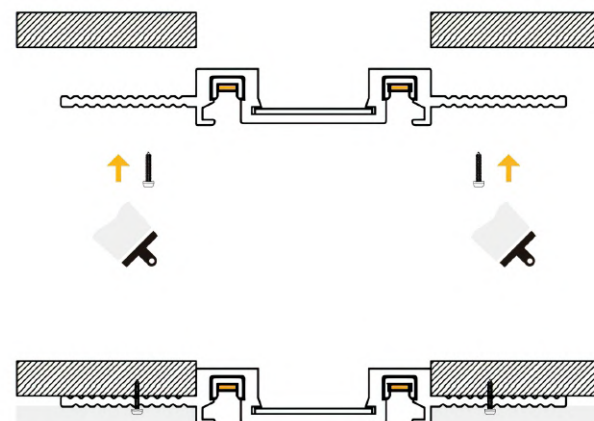

РИС. 3
- ▶ Шинпровод устанавливается путём установки на листы гипсокартона под шпаклёвку. (Рис. 3)